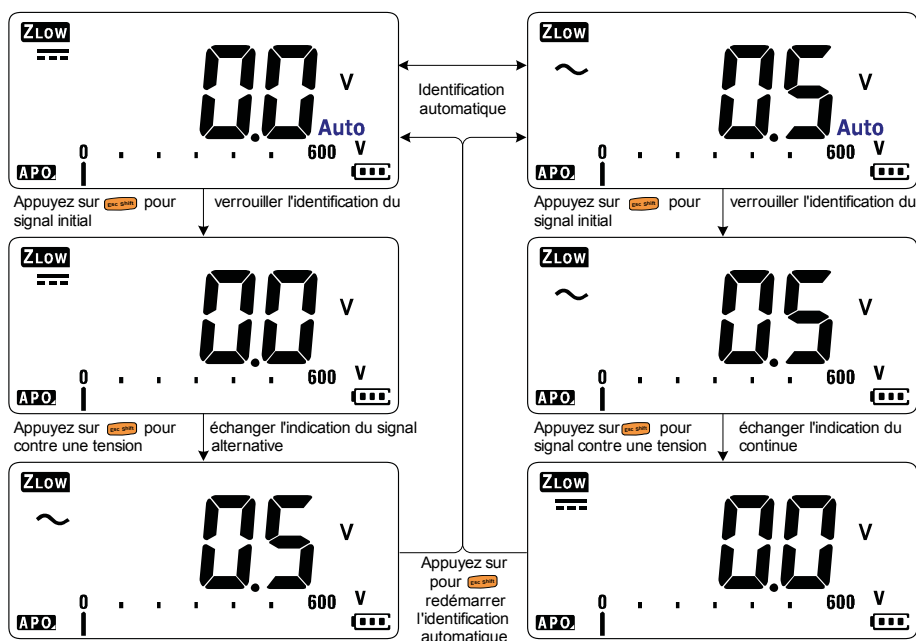

Figure 2-7 Flux d'identification automatique VZ_{LOW}
- Appuyez sur **Esc Shift** une fois pour verrouiller l'identification du signal initial (CA V ou CC V). Appuyez sur **Esc Shift** une nouvelle fois pour basculer entre les indications de tension CA et CC sur l'écran principal. Si vous appuyez sur **Esc Shift** une troisième fois, vous redémarrez l'identification automatique du signal. Pour plus d'informations, reportez-vous à la section Figure 2-7.